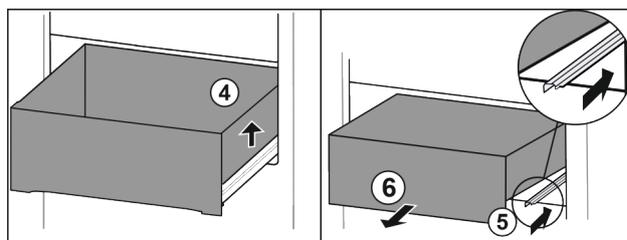

Fig. 97
- ▶ 抬起抽屉右侧。 Fig. 97 (4)
- ▶ 推入右侧轨道。 Fig. 97 (5)
- ▶ 朝前取出抽屉。 Fig. 97 (6)